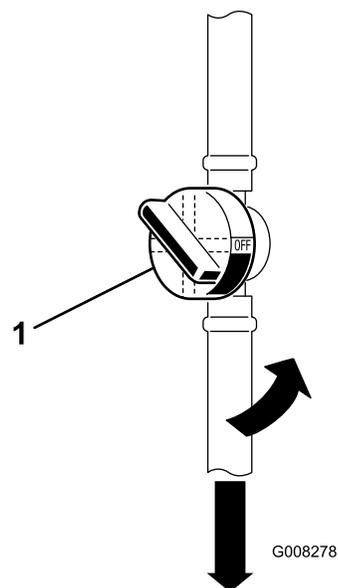

Figura 30
7. Premete le estremità delle fascette stringitubo ed allontanatele dal vecchio filtro del carburante (Figura 30).
6. Chiudete la valvola di intercettazione del carburante (Figura 30).